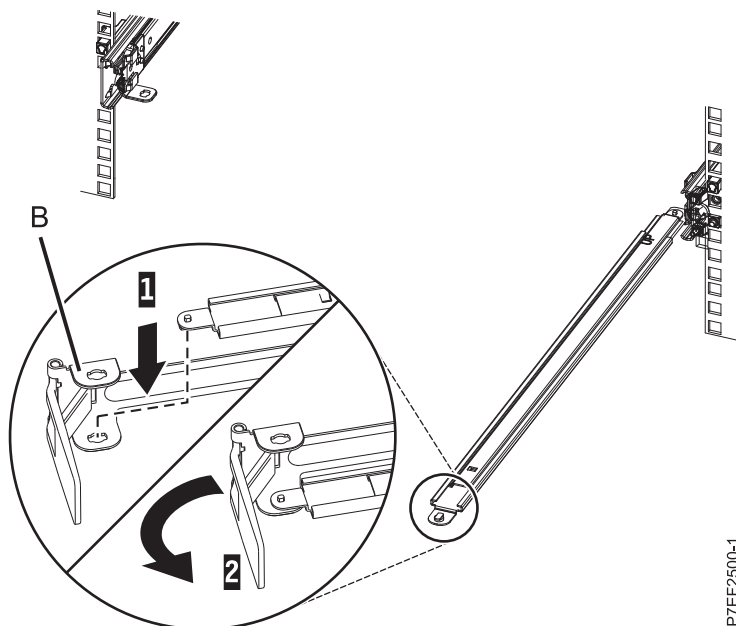

図 11. サポート・アームへのケーブル・マネジメント停止ブラケットの固定
3. L 字型のケーブル・マネジメント停止ブラケット **(B)** の下部内側の隅にある穴を見つけます。サポート・アーム先端の下面にあるロック用タブがブラケットの穴の位置に合うように、サポート・アームの接続されていない端の位置を合わせます。タブを穴 **(1)** に挿し込み、ブラケット **(2)** を回して、サポート・アームに固定します。詳しくは、10 ページの図 11 を参照してください。